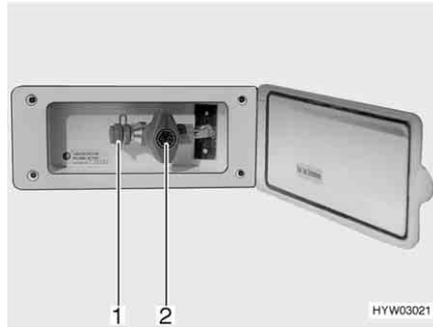

Fig. 100 Presa gas esterna, rubinetto di arresto del gas chiuso
La presa gas esterna (Fig. 100) si trova, a seconda del modello, nella parte posteriore o sul lato destro o sinistro del veicolo.
- Collegare l'apparecchio a gas esterno all'attacco (Fig. 100,1).
- Aprire il rubinetto di arresto del gas (Fig. 100,2).